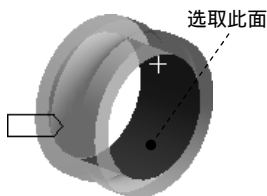

图 7.6.33 定义目标面
(2) 定义目标面。单击以激活 **Target** 后的文本框，选取图 7.6.33 所示的模型表面为目标面（两个面），单击 **Apply** 按钮。